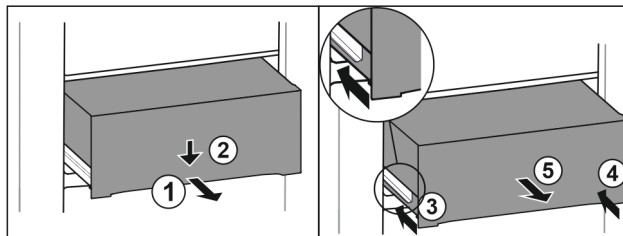

Fig. 179
- Tërhiqni jashtë sirtarin deri në gjysmë. Fig. 179 (1)
- Shtypni për poshtë sirtarin në pjesën përpara. Fig. 179 (2)
- Shtyni brenda shinën e majtë rreth 2 cm. Fig. 179 (3)
- Shtyni brenda shinën e djathtë rreth 2 cm. Fig. 179 (4)
- Hiqeni sirtarin nga përpara. Fig. 179 (5)